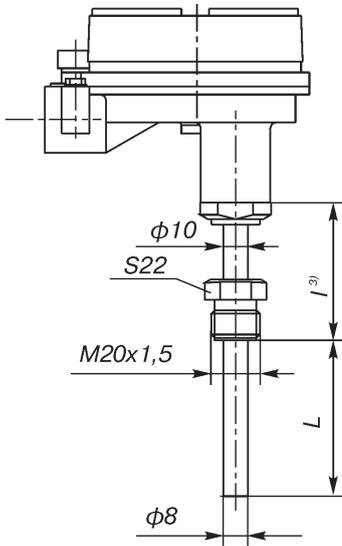

Рис.24. (ост.см.рис.7), (штуцер подвижный)
- ³⁾ L=120, 160, 200 мм (см. ссылку ¹⁾) для ТХАУ Метран-271-Exd по рис.24.
L=80 мм для ТСМУ Метран-274-Exd, ТСПУ Метран-276-Exd по рис.24.